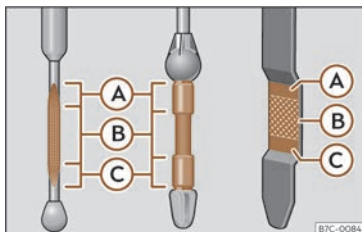

Fig. 197 Vareta de mesurament del nivell d'oli.
- A continuació, torneu a extreure-la i compareu el nivell d'oli» **fig. 197**. En cas necessari, reposeu oli del motor.
• Quan el nivell d'oli arribi com a mínim a la zona»» fig. 197 (B), caragoleu el tap de la boca d'ompliment amb cura »» (C).
Si el nivell d'oli es troba per sobre de la zona »» fig. 197 (A), no arrenqueu el motor. Podeu causar danys al motor i al catalitzador. Informe a un taller especialitzat.
El nivell d'oli no ha d'estar en cap cas per sobre de la zona»» fig. 197 (A). Si es superés el límit, es podria aspirar oli pel respirador del càrter del cigonyal i arribar a l'atmosfera a través del sistema d'escapament.